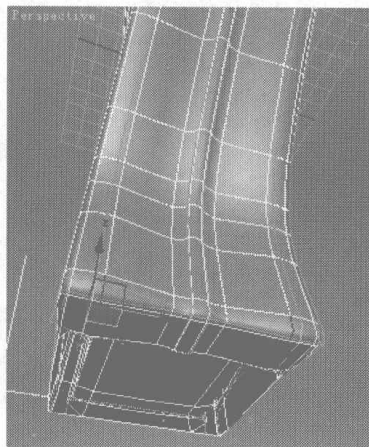
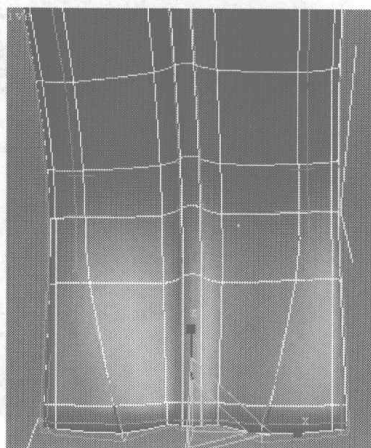

图 5.244
图 5.245
- 21 选择如图 5.244 所示的曲线，利用缩放工具将其调整到如图 5.245 所示的位置。调整模型上的点到如图 5.246 所示的位置。选择如图 5.247 所示的曲线，单击 **Collapse** 按钮，塌陷所选曲线，如图 5.248 所示。